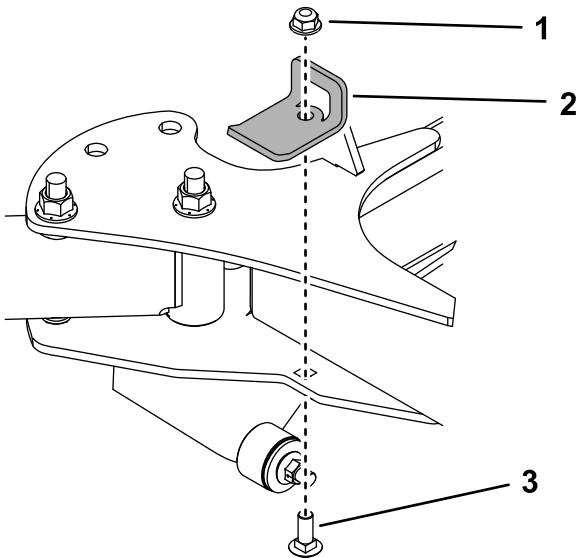

Figure 9
5. Avec un boulon de carrosserie ( $\frac{3}{8}$  x 1 po) et un contre-écrou ( $\frac{3}{8}$  po), installez les supports de butée de chaque côté de la machine (Figure 9). Serrez le boulon à un couple de 37 à 45 N·m (27 à 33 pi-lb).